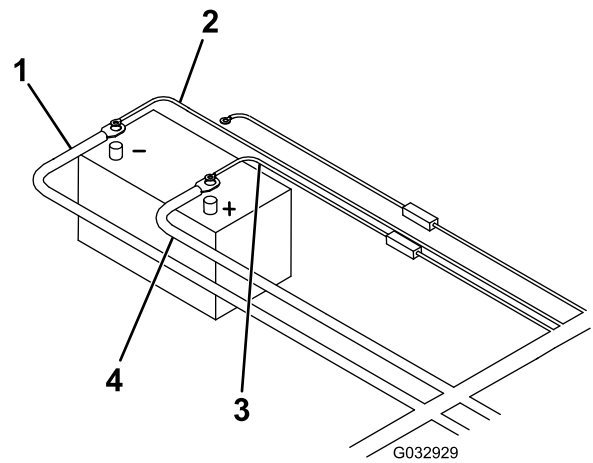

Bild 13
15. Schließen Sie das schwarze Strom- bzw. Erdungskabel am Minuspol (-) der Batterie an (Bild 13).
16. Schließen Sie das braune Kabel am Minuspol der Batterie an (Bild 13).
17. Schließen Sie das freie Ende des Batteriekabels am Pluskabel (+) der Batterie an (Bild 13).
18. Schließen Sie das rote, gesicherte Kabel am Pluspol (+) der Batterie an (Bild 13).